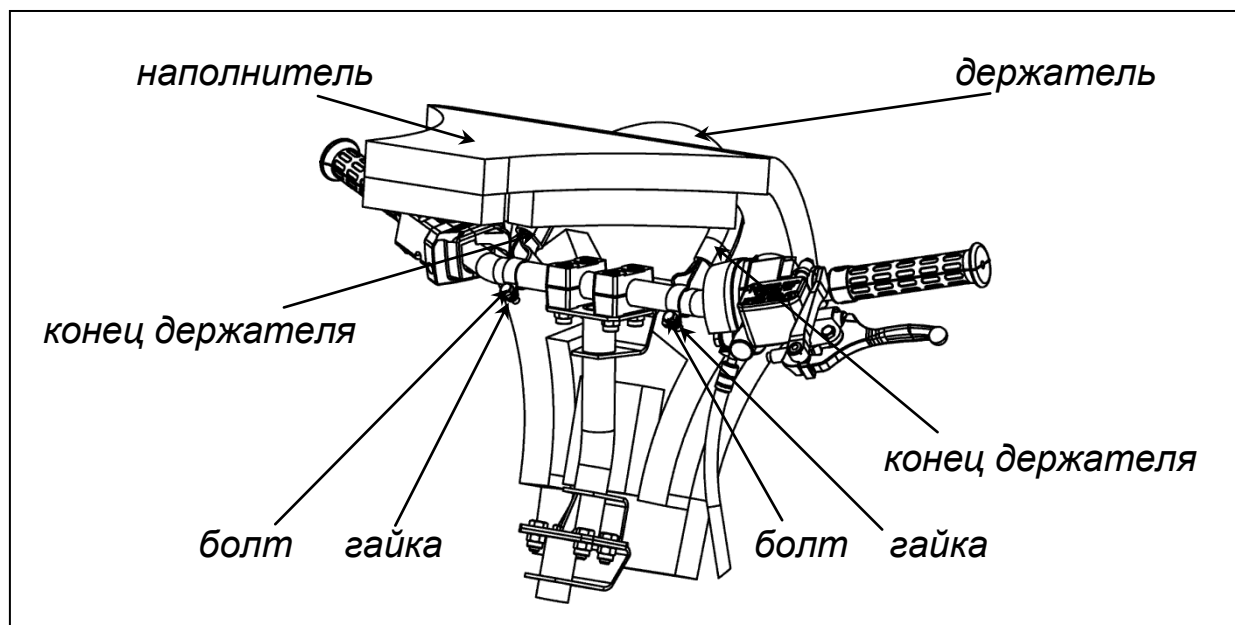

Рисунок 18 - Установка наполнителя руля
- а) закрепите один конец держателя на руле при помощи болта и гайки (рисунок 18);
- в) закрепите второй конец держателя на руле при помощи болта и гайки (рисунок 18);